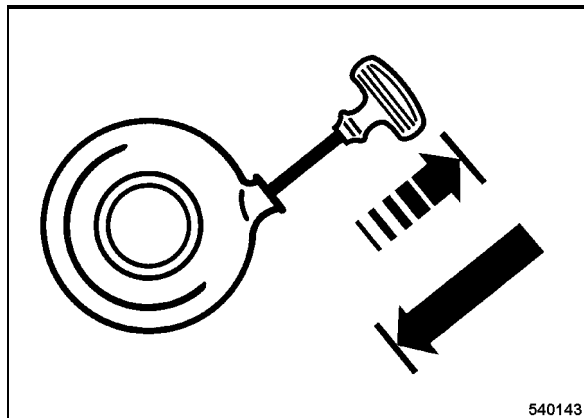

Fig. 9
- Sacar el cable por la empuñadura de arranque (Fig. 9) tanto hacia fuera hasta notar resistencia.